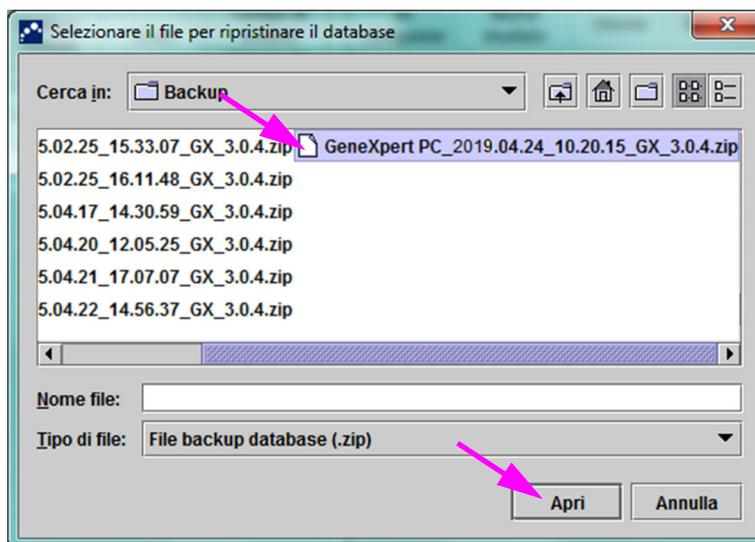

Figura 5-80. Schermata Selezionare file per ripristino database con nome del file
8. Verrà visualizzata la finestra di dialogo di conferma Ripristino database. Vedere la Figura 5-80.